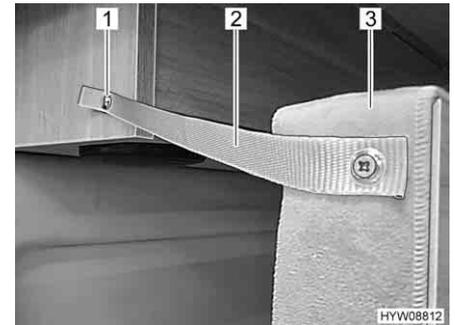

Fig. 30 Fusible arrière
- Fixer le lit (Fig. 30,3) avec la bande de sécurité (Fig. 30,2) et le bouton pression (Fig. 30,1) au caisson de toit.
- Détacher le bouton pression (Fig. 30,1) sur le caisson de toit.